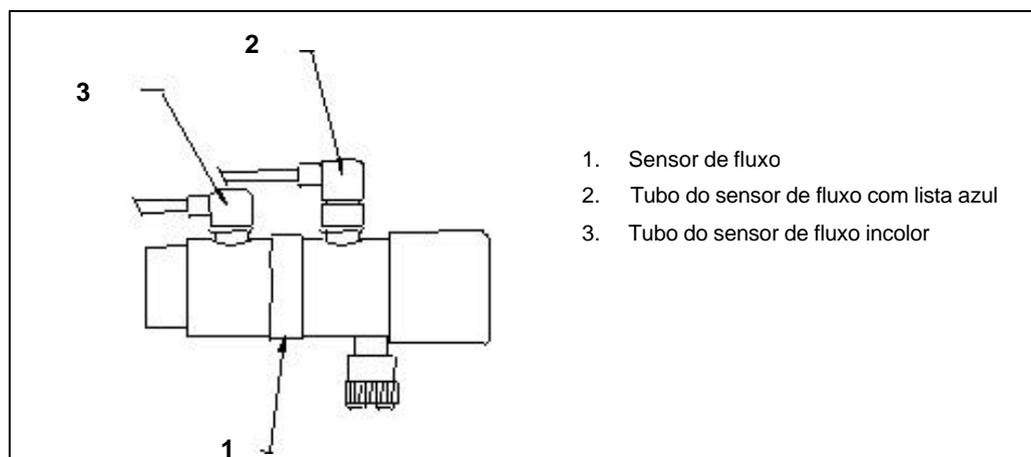

Figura 6.5. Montagem do sensor de fluxo.
3. Interligar os dois tubos do sensor de fluxo aos respectivos conectores localizados no painel frontal de conexões do Servoventilador, observando as suas posições corretas e verificar também a correta conexão dos tubos no sensor de fluxo (Figura 6.5 e 6.6).